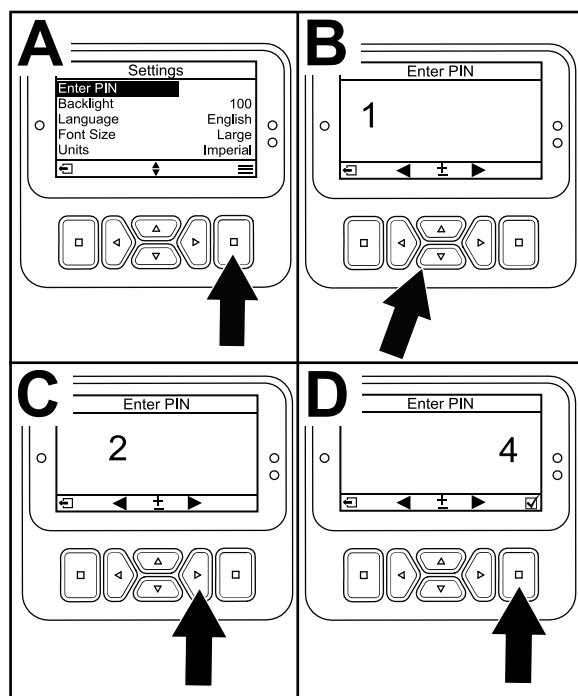

Bild 33
3. Drücken Sie für die Eingabe des PIN-Codes die auf/ab Navigationstasten Bild 33, bis die erste korrekte Ziffer angezeigt wird; drücken Sie dann die rechte Navigationstaste Bild 33, um auf die nächste Ziffer zu gehen. Wiederholen Sie diesen Schritt, bis Sie die letzte Ziffer eingegeben haben.